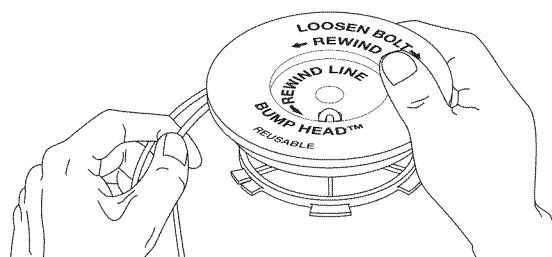

Fig. 32
7. Enroulez les fils en couches uniformes serrées sur le moulinet (Fig. 32). Enroulez le fil dans le sens indiqué sur le moulinet intérieur. Placez votre index entre les deux fils pour les empêcher de se superposer. Ne superposez pas les extrémités du fil. Passez à l'étape 11.